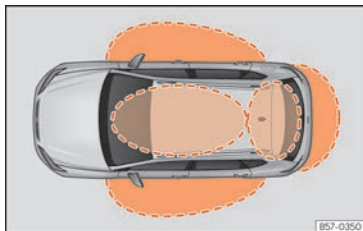
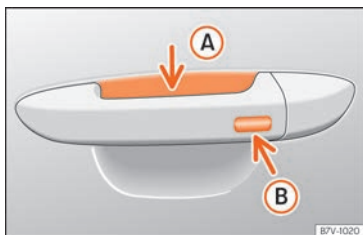

Fig. 78 Keyless Access: zonas de proximidade.
Fig. 79 Manípulo da porta: superfícies sensoras
» **Fig. 79**
O Keyless Access é um sistema de fecho e arranque sem chave com o qual se pode destrancar e trancar o veículo sem utilizar ativamente a chave do mesmo. Para isso, só é necessário que exista uma chave do veículo válida na zona de deteção correspondente à tentativa de acesso ao veículo » **Fig. 78** e tocar numa das superfícies sensoras dos manípulos das portas » **Fig. 79** ou acionar o *softtouch*/pega da porta da bagageira » **Página 113** » **1**.
Se detetar uma chave válida numa das zonas próximas » **Fig. 78**, o sistema de fecho e arranque sem chave Keyless Access atribui à referida chave direitos de acesso quando se toca numa das superfícies sensoras dos manípulos das portas ou se aciona o *softtouch*/pega situado na porta da bagageira.
- Empurre o manípulo de uma das portas dianteiras. Ao fazê-lo, toca-se na superfície sensora »» Fig. 79 (A) (seta) do manípulo e destranca-se o veículo.
- Toque *uma* vez na superfície sensora de bloqueio »» Fig. 79 (B) (seta) do manípulo de uma das portas dianteiras. A porta cujo manípulo se aciona deverá estar fechada.
- Toque *uma* vez na superfície sensora »» Fig. 79 (B) (seta) do manípulo de uma das portas dianteiras. O veículo é trancado com o sistema de segurança «Safe» »» Página 108. A porta cujo manípulo se aciona deverá estar fechada.
- Toque *duas* vezes na superfície sensora »» Fig. 79 (B) (seta) do manípulo de uma das portas dianteiras para trancar o veículo sem ativar o sistema de segurança «Safe» »» Página 108.
Quando o veículo está trancado, a porta da bagageira destranca-se ao abri-lo se numa zona próxima »» Fig. 78 se encontrar uma chave do veículo válida.
- Pressione o botão de fecho  do comando à distância e toque uma vez, dentro dos 5 segundos seguintes, na superfície sensora de bloqueio do manípulo da porta do condutor » **Fig. 79 B**. Não agarre o manípulo da porta, caso contrário o veículo não trancará. Também é possível levar a cabo a desativação se se bloquear o veículo através do fecho da porta do condutor.
Para **fechar com a função de conforto** todas as janelas elétricas e o teto de vidro, mantenha um dedo durante uns segundos sobre a superfície sensora de bloqueio » **Fig. 79 B** (seta) do manípulo da porta até que as janelas e o teto se tenham fechado.
As superfícies sensoras dos manípulos das portas poderiam ativar-se ao receber um jato de água ou de vapor a grande pressão, caso existisse alguma chave do veículo válida na zona próxima. Se, pelo menos, uma das janelas com acionamento elétrico estiver aberta e se se ativar a superfície sensora » **Fig. 79 B** (seta) de um dos manípulos de forma permanente, fechar-se-ão todas as janelas.